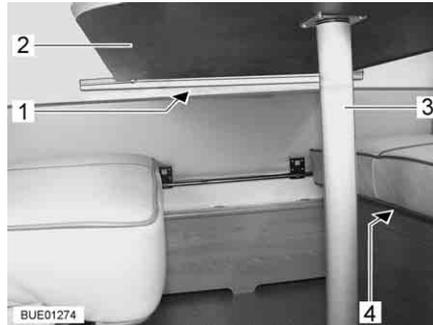
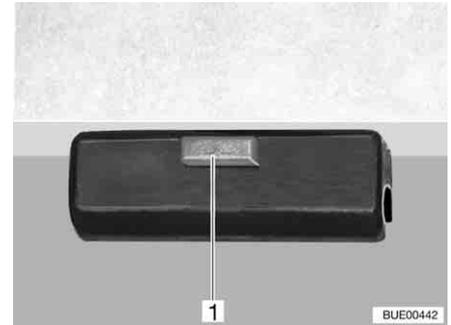

Fig. 82 Mesa colgante con pata de mesa cambiable
Fig. 83 Bloqueo
- Levantar ligeramente por delante el tablero de la mesa (Fig. 82,2).
- Desatornillar la pata de la mesa (Fig. 82,3) y dejarla a un lado.
- En el bloqueo (Fig. 82,1) pulsar el botón de desbloqueo (Fig. 83,1).
- Colocar el tablero de mesa en los alojamientos (Fig. 82,4) de los bancos de asiento.